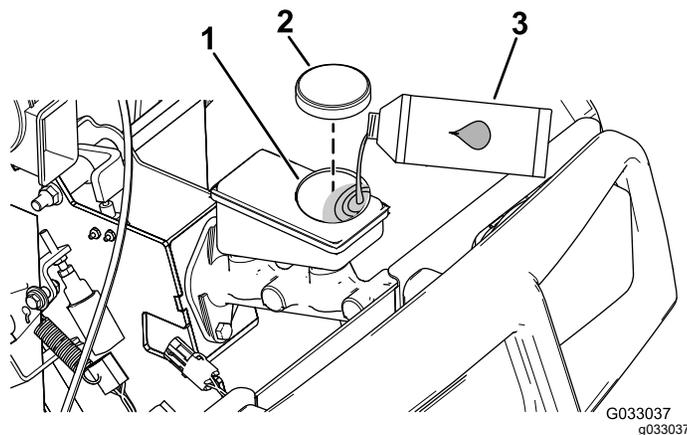

図 16
2. フードを持ち上げてブレーキのマスターシリンダとブレーキ液タンクにアクセスできるようにする 図 16。